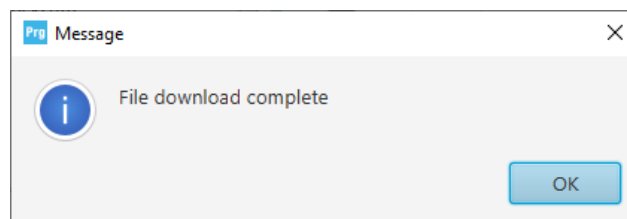

Рисунок 11
Далее нажать кнопку «OK», появится окно успешного завершения операции программирования (Рисунок 11).
- нажать кнопку «OK» (Рисунок 11);